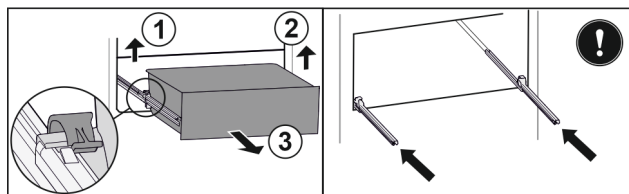

Fig. 116
- ▶ Ridicați clema din stânga și trageți concomitent sertarul din stânga spre înainte. Fig. 116 (1)
- ▶ Ridicați clema din dreapta și trageți concomitent sertarul din dreapta spre înainte. Fig. 116 (2)
- ▶ Extrageți sertarul spre înainte. Fig. 116 (3)